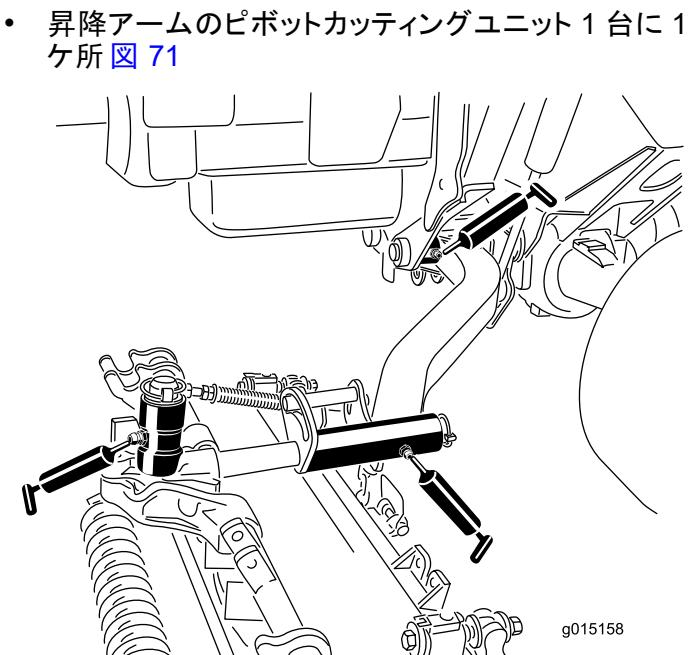

図 71
- カッティングユニットのキャリアフレームカッティングユニット 1台に 2ヶ所 図 71
- 昇降アームのピボットブッシュカッティングユニット 1台に 1ヶ所 図 71